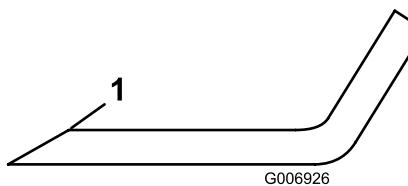

## Bild 75
3. Prüfen Sie die Schnittkanten des Messers sorgfältig, insbesondere dort, wo die geraden Flächen die gebogenen berühren (Bild 75). Wenn Sie Abnutzungen (Bild 75) feststellen, sollten Sie das Messer auswechseln, siehe Entfernen des Schnittmessers (Seite 63)